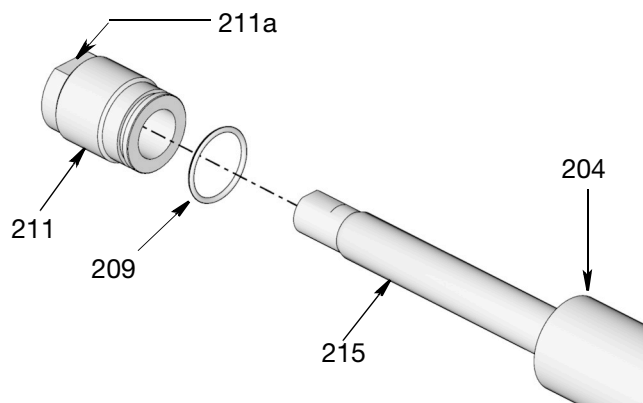

Рис. 30
- Используйте гаечный ключ на лысках штока заливки насоса (215). Открутите шестигранную гайку (219).
- Отвинтите лопатку всасывающего ковша (216) и снимите ее со штока первичной заливки насоса (215).
17. Используйте гаечный ключ на лысках (211а) держателя уплотнения (211) и плоский гаечный ключ, поворачивая его в противоположном направлении, на цилиндре насоса (204), для ослабления затяжки и снятия переходника и уплотнительного кольца (209) с цилиндра насоса (204) (Рис. 30). Утилизируйте уплотнительное кольцо. Используйте новое уплотнительное кольцо из ремонтного комплекта для обратной сборки.